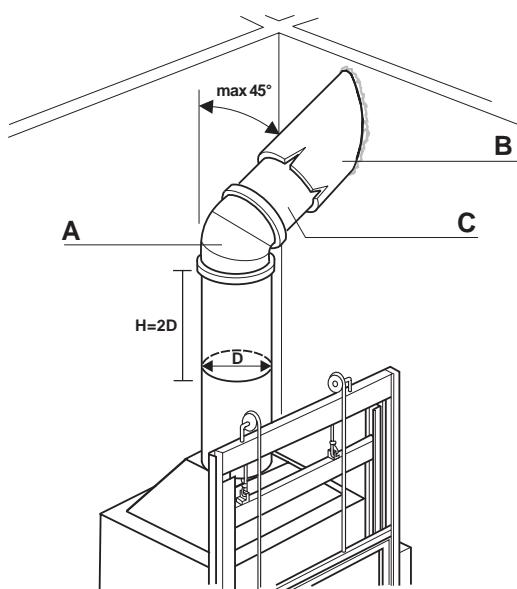

Fig. 5.3.6
5.3.6 Raccordement au conduit de fumée (Fig. 5.3.6)
5.3.6 Conexión al cañón de humo (Fig. 5.3.6)